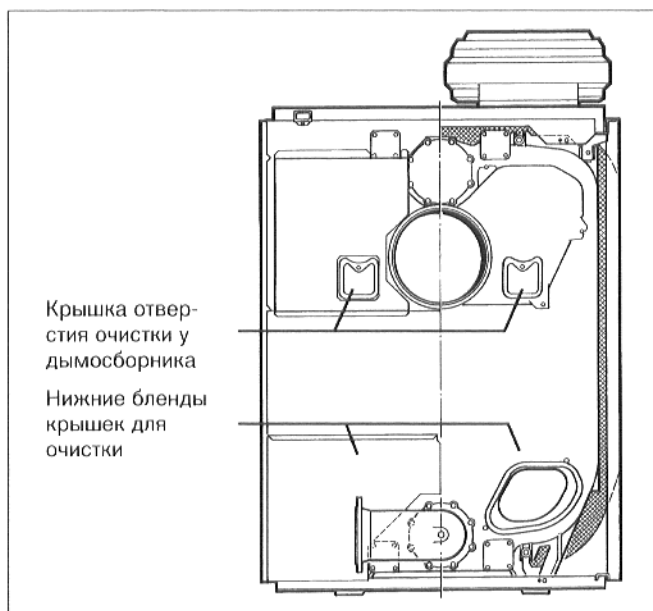

Рис. 61
- Открыть у дымоборника крышку отверстия для очистки (рис. 61).
- Снять бленды крышек отверстий для очистки, отцепив их от боковых стенок, и снять крышки отверстий для очистки (рис. 61).